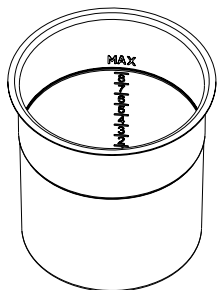

fig. 1
- Respetar la indicación de nivel MAX (Fig.1)